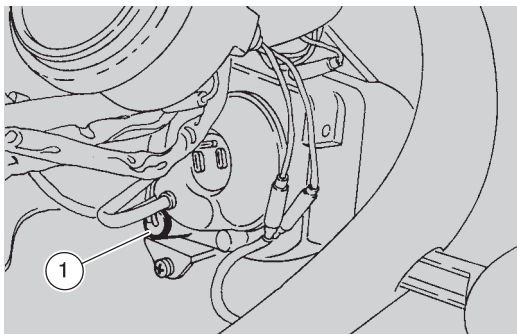

Abb. 56
- die Klemmfassung aus Gummi herausziehen (1-Abb. 56) und die Glühbirne herausnehmen;